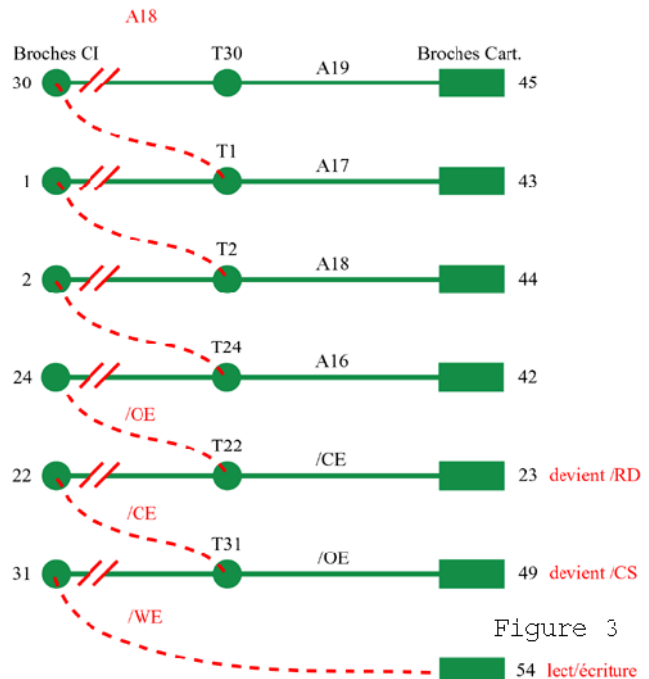

Figure 3
10) Vérifiez à la loupe et à l'ohm-mètre que vous n'avez pas de court-circuits entre les broches contiguës du support de circuit intégré et entre les broches du connecteur de la cartouche où vous avez effectué des soudures. Vérifiez qu'il n'existe pas de postillons de soudures ayant giclé sur le circuit imprimé. Vérifiez que les connexions indiquées dans la figure 3 sont bien établies.